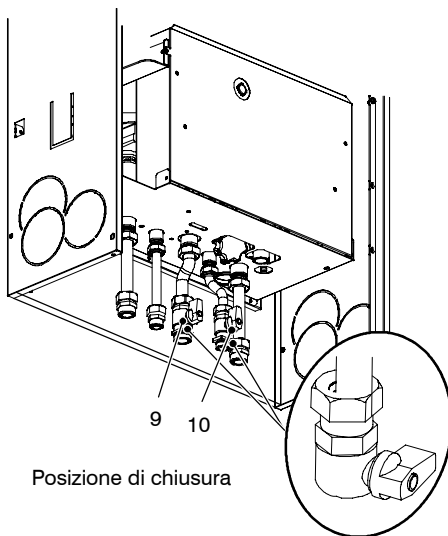

fig. 6.2
- 3 Richiudere il rubinetto gas 9 in fig. 6.2